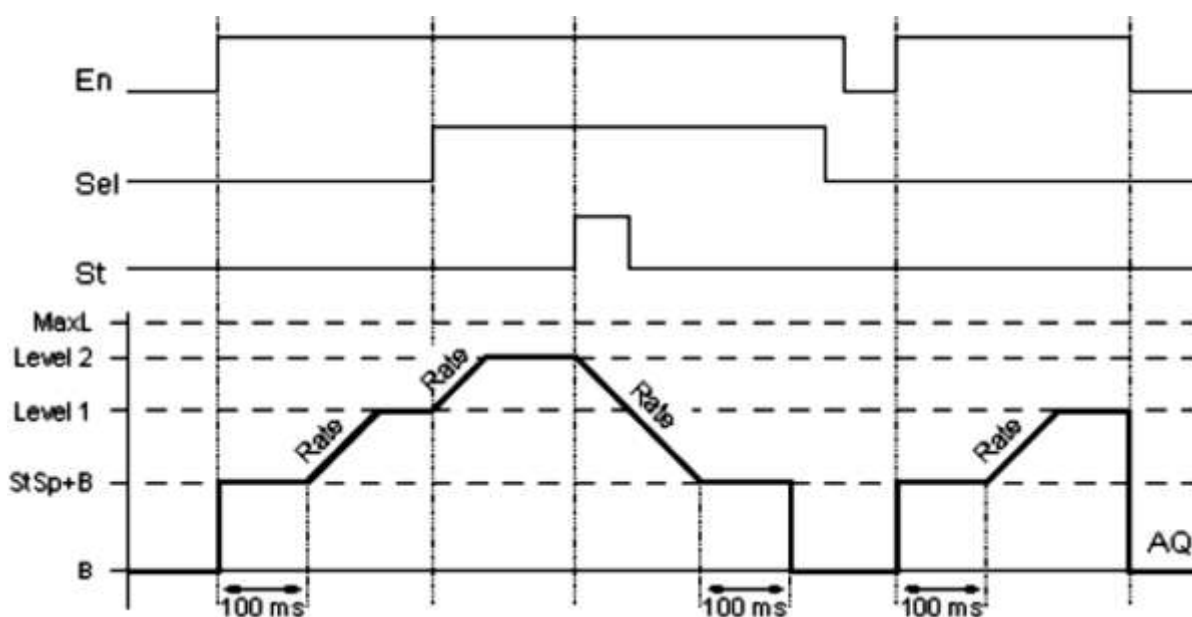

Рис. 5.68. Временная диаграмма регулирования линейно нарастающего сигнала
**Параметры Level 1 и Level 2.** Значение параметров уровня Level 1 и Level 2 может быть получено как значение другой ранее запрограммированной функции. Параметры функции приведены в табл. 5.32, рис. 5.68.
Если вход En установлен, функция устанавливает значение StSp + Смещение «В» равным 100 мс (см. рис. 5.68).